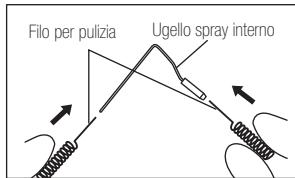

Fig. 12
1) Pulire il beccuccio spray interno e il beccuccio spray esterno (internamente ed esternamente) utilizzando il filo di pulizia. (Fig. 12, 13)
2) Inserire un tubo di irrigazione all'interno di ciascun beccuccio spray e pulirlo con acqua pulita (vedi il paragrafo 5. (1)(2)).